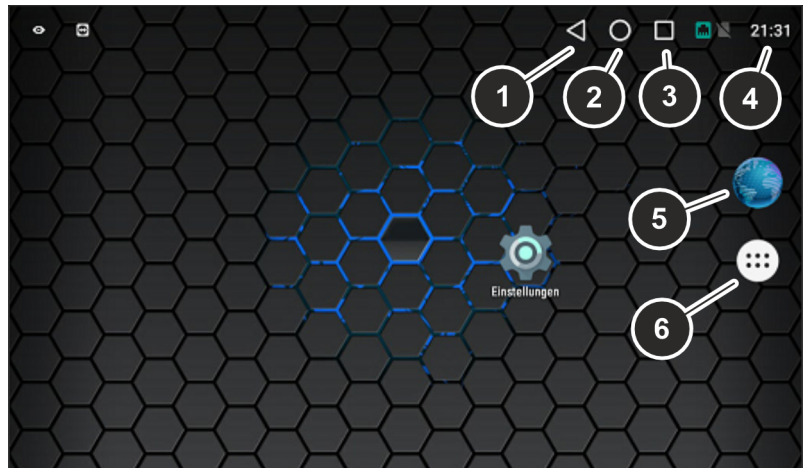

Bild 6: Manöverpanel
1. Starta webbläsaren (Bild 6/5).